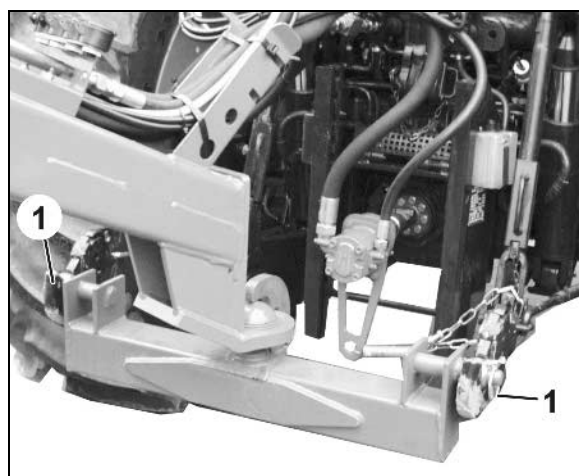

Рис. 54
2. Фиксируйте каждый крепежный палец нижних тяг при помощи фиксирующих пальцев с пружинной защелкой от непредвиденного разъединения (Рис. 54/1).